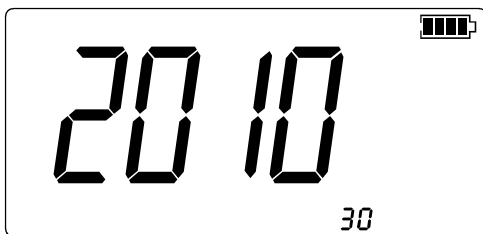

图 2.1-3
- 接着显示产品型号以及自动关机时间，持续时间为2s，如图 2.1-3 所示。